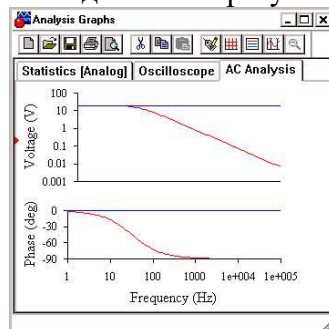

Рисунок 8 – АЧХ и ФЧХ интегрирующей RC - цепи
10. Получите графики АЧХ и ФЧХ. Для этого нужно нажать кнопку Simulate в окне параметров анализа, после чего будет выведено окно результатов (рисунок 8).